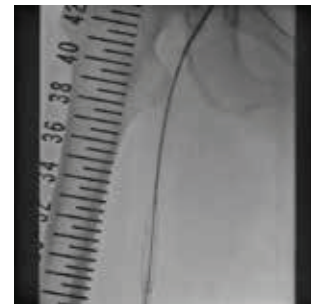

図17
19) SMARTステント(遠位部に6.0mm 径x 150mm長、近位部に7.0mm 径x 100mm長)2本をSFAに留置した。(図17)